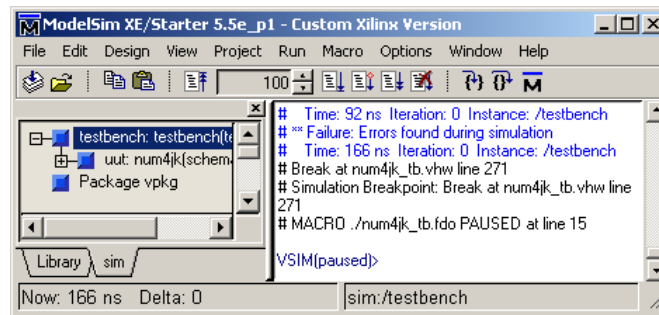

Figura 8.14. Fereastra principală a simulatorului ModelSim afișând detectarea unor erori la simulare.
4. Se examinează fereastra principală a simulatorului. Se observă afișarea unui mesaj indicând faptul că au apărut erori la simulare (Figura 8.14).